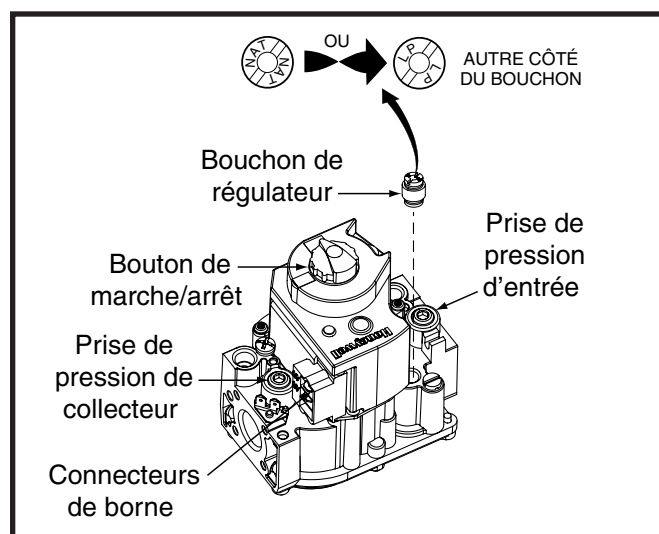

Figure 19. Vanne à gaz
La conversion des vannes à deux étages au gaz de pétrole liquéfié/propane requiert le remplacement des orifices du brûleur et le réglage du bouchon du régulateur sur le côté marqué LP (GPL). L'extrémité orientée vers le haut doit alors indiquer LP. Voyez la **Figure 19**.
5. Réglez le bouton de marche/arrêt du robinet de gaz en position OFF (arrêt). Voyez la **Figure 19**.
2. Utilisez une clé hexagonale de 3/16 po. pour retirer le bouchon de la prise de pression d'entrée (côté ENTRÉE du robinet de gaz). Voyez la Figure 19 \(page 20\).
5. Ouvrez (ON) l'alimentation principale de gaz au robinet manuel.
4. Réglez le bouton de marche/arrêt du robinet de gaz en position ON (marche). Voyez la Figure 19 \(page 20\).
3. Utilisez une clé hexagonale de 3/16 po. pour retirer le bouchon de la prise de pression d'admission située du côté sortie du robinet de gaz. Voyez la Figure 19 \(page 20\).